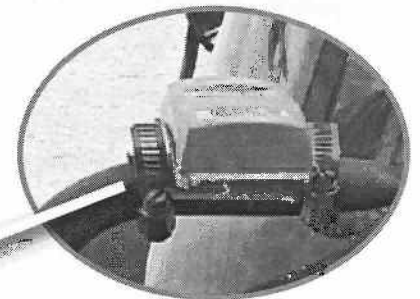

Figura 3: Verificación de la nivelación de la base del Tag
PASO 3 Ajuste la base de manera que esté nivelada sobre la barra del espejo como se muestra en la Figura 3. Ajuste las abrazaderas firmemente.